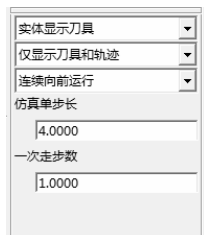

图 5-31 “线框仿真”加工参数
- 2) 在立即菜单中，依次选择如图 5-31 所示的加工参数。